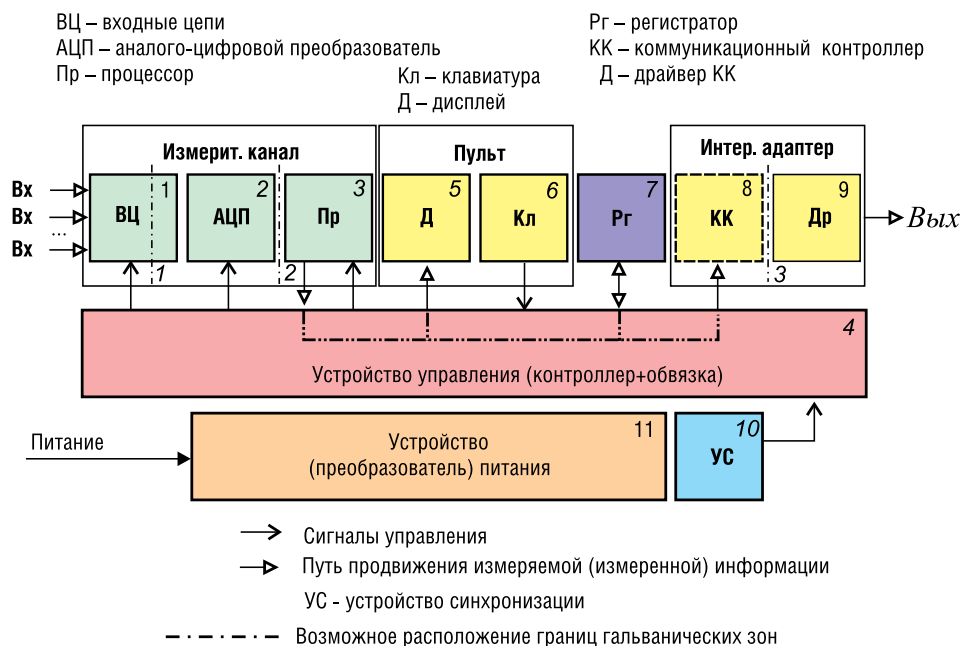

Рис. 1. Обобщенная структурная схема современных цифровых СИ
3) Поскольку в последнее время появились недорогие современные микроконтроллеры на ARM-ядре Cortex-M3 со следующими актуальными для нас особенностями: оптимизированное потребление, большой объем внутренней памяти, высокая производительность, встроенный 12-разрядный АЦП, развитые коммуникационные возможности – стало возможным реализовать АЦП, процессор и устройство управления (рис. 1) в виде одной микросхемы.